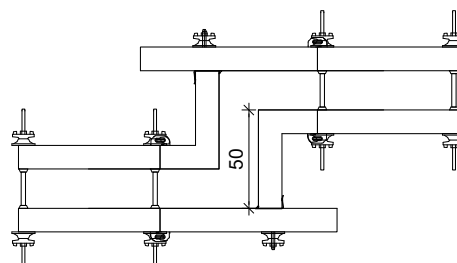

Рис. 39
- Элемент TRIO TRS ST 90 (11)
- Угол TRIO TE/R(L)-ST (15)
- Гайка-шайба и болт для колонн (27)
- (Рис. 39)